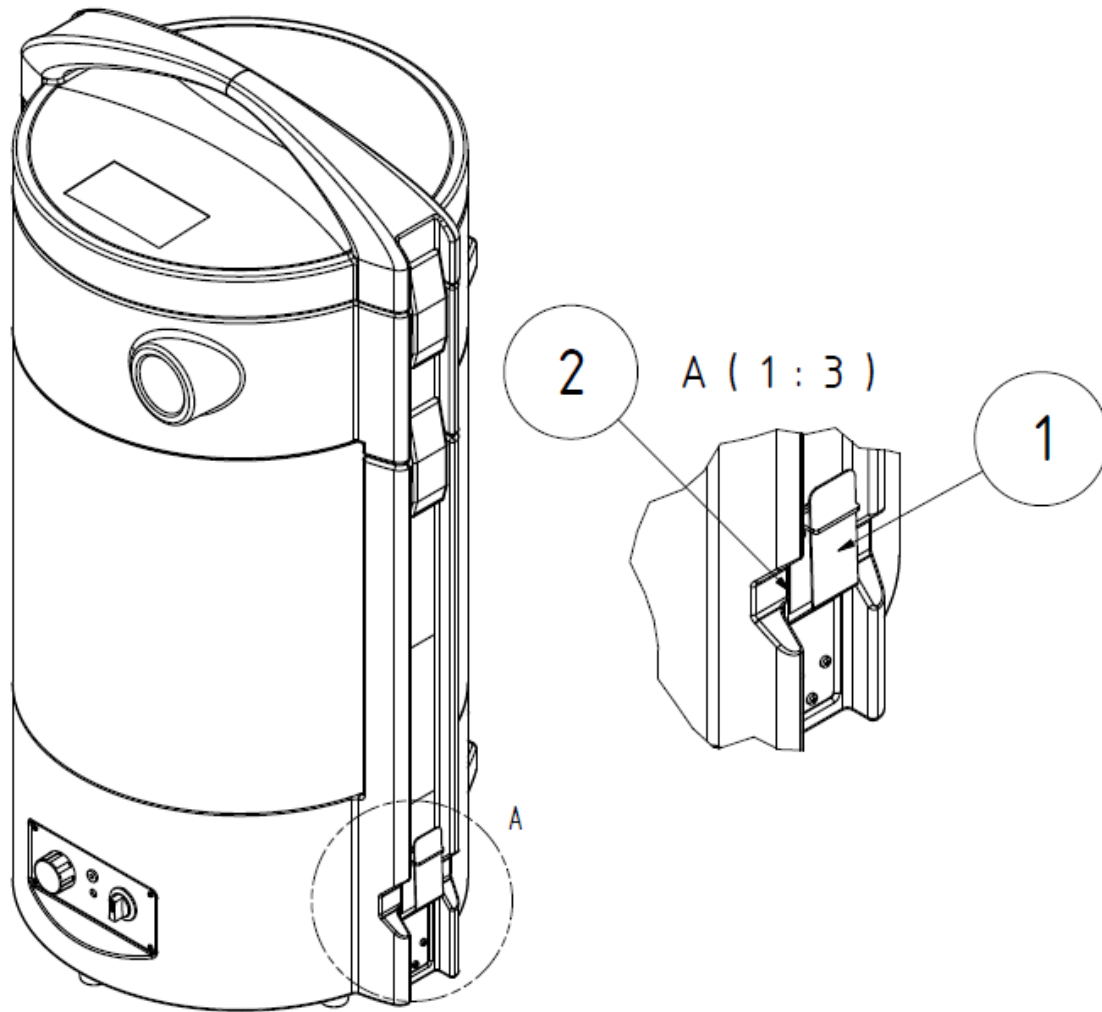

Abbildung 4, Start-Stopp-Automatik
Pos. Auto: Die grüne LED im Schalter blinkt und das Gerät ist betriebsbereit. Sobald der Sensor (Abb. 4) in dem Massekabel einen Strom detektiert, läuft das Gerät an und stoppt erst nach Ende des Schweißprozesses und einer kurzen Nachlaufzeit.
- Ziehen Sie die Federzunge (Abb.4, Pos.1) soweit zurück, dass Sie das Massekabel des Schweißgerätes zwischen das Auflageblech (Abb.4, Pos.2) und die Federzunge legen können.